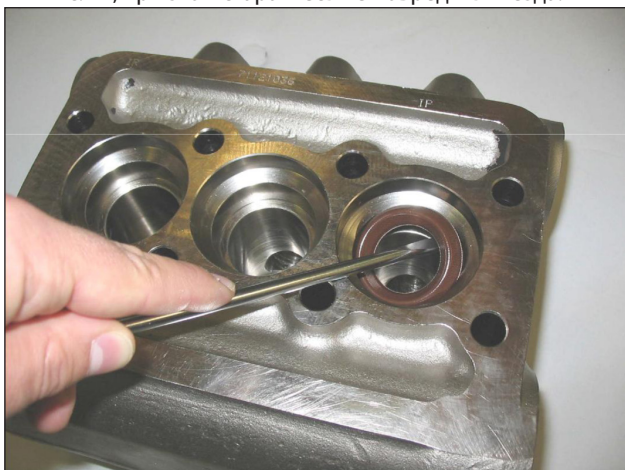

Рис. 21
C) Обычными инструментами выньте уплотнения высокого давления из торца и уплотнения низкого давления из соответствующей опоры, как показано на Рис. 21, при этом старайтесь не повредить гнезда.